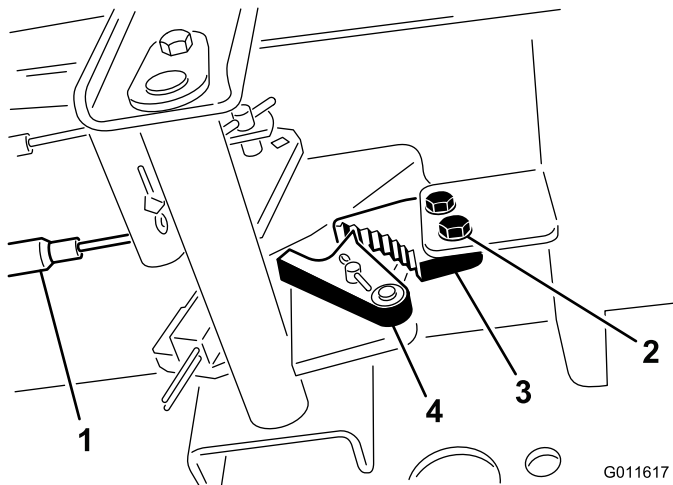

Bild 65
1. Lösen Sie die zwei Schrauben, mit denen die Sperre der Feststellbremse am Rahmen befestigt ist (Bild 65).
2. Drücken Sie das Pedal der Feststellbremse nach vorne, bis die Bremsenarretierung ganz an der Bremssperre greift (Bild 65).